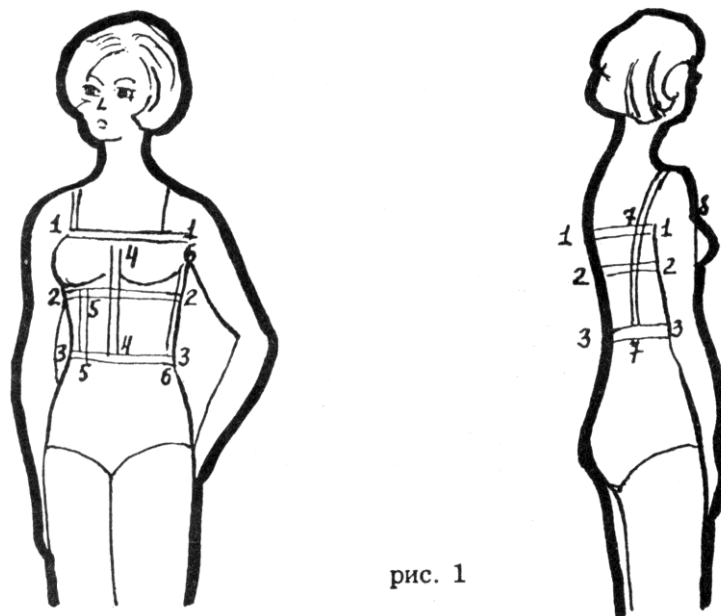

рис. 1
1. Обхват над грудью $O_{г1}$ (1-1) (рис. 1) - сантиметровая лента проходит горизонтально по спине по нижним углам лопаток в подмышечных впадинах и над грудью.